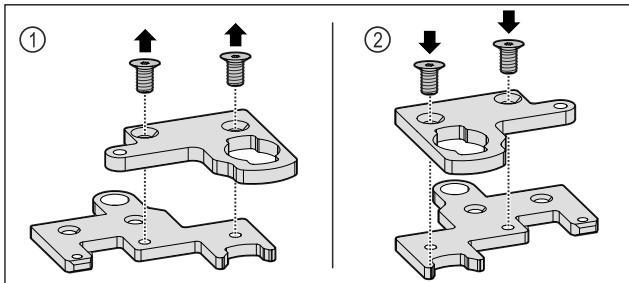

Fig. 34
- Демонтирайте двукомпонентния ъгъл на пантата. Fig. 34 (1)
► Сглобете отново двукомпонентния ъгъл на пантата, завъртян на 180°. Fig. 34 (2)